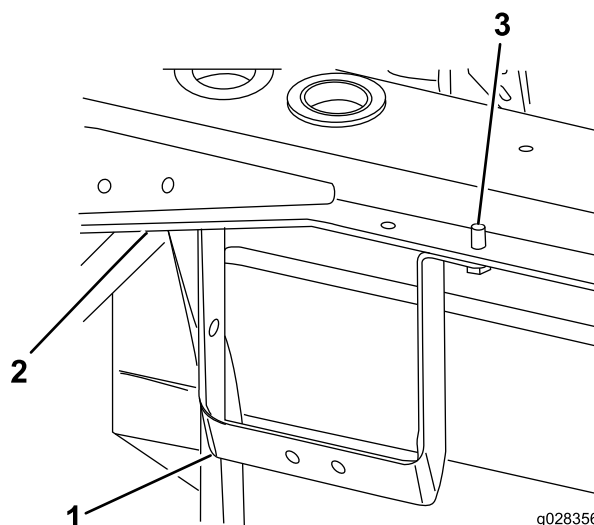

Figura 9
2. Instale el soporte de pasamuros en el soporte izquierdo del bastidor trasero con 2 tornillos autorroscantes (5/16") (Figura 9).